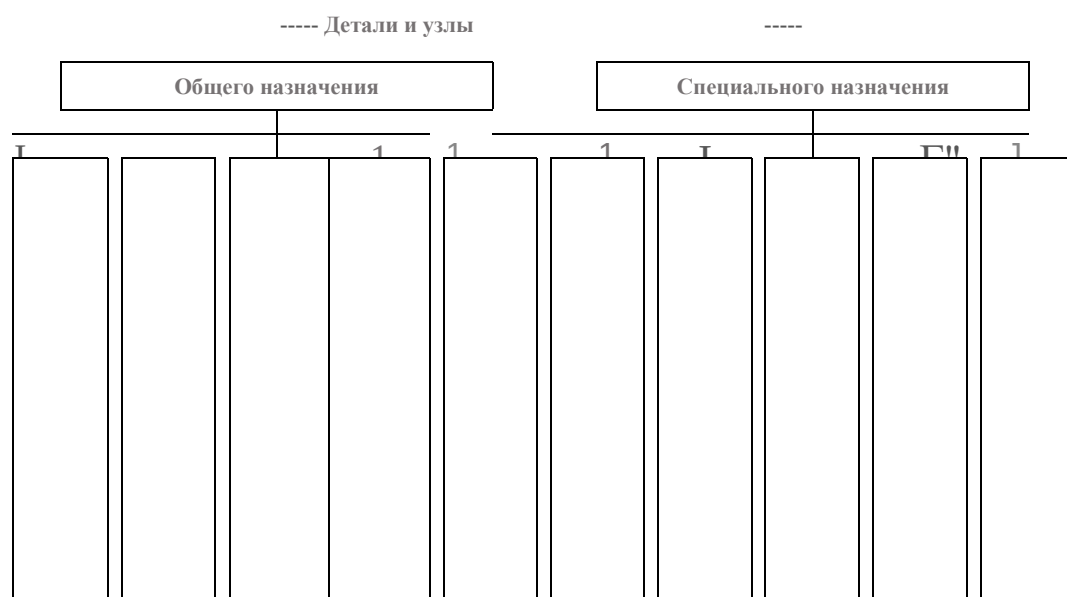

Рис.1 Классификация деталей и узлов
3. Заполните схему, приведенную на рис. 1